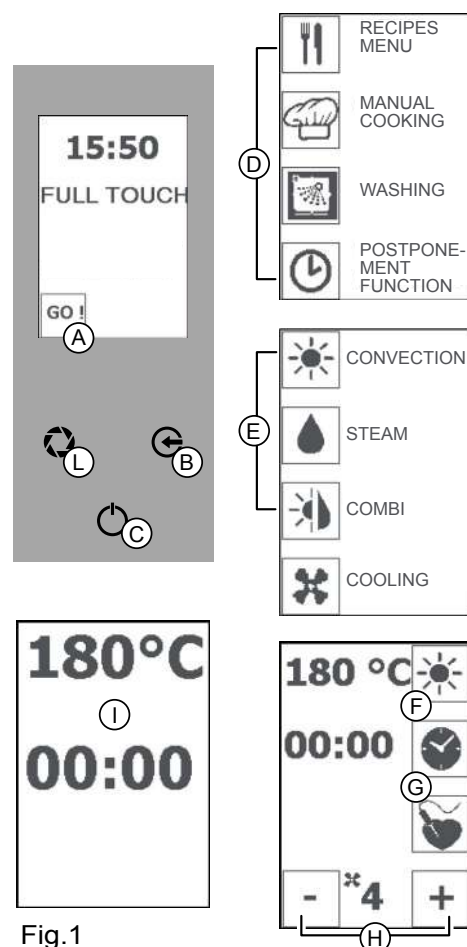

Fig.1
**Após 3 minutos de inatividade, aparecem no ecrã a temperatura e o tempo de cozedura (Fig 1/I). Pressionar a tecla “ENTER” para voltar para a página inicial com os parâmetros definidos**
**Função “PAUSA”:** prima a tecla “ENTER” (Fig 1/C) para interromper a função em curso e prima novamente a tecla “ENTER” (Fig 1/C) para retomar a cozedura
Prima a tecla “ENTER” (Fig 1/C) para interromper a cozedura.
Prima várias vezes a tecla “ESC” (Fig 1/B) para voltar para a página inicial.
Pressionar o ícone “GO!” para ativar o menu principal (Fig 1/A).
Prima o ícone “COZEDURA MANUAL” (Fig 1/D) e selecione a cozedura: CONVECÇÃO (Fig 1/E).
Prima a tecla “TEMPERATURA” (Fig 1/F) e, com as teclas “MENOS” e “MAIS”, defina a temperatura entre 25 °C e 40 °C. Pressionar a tecla “TEMPERATURA” para confirmar.
Prima a tecla “TEMPO” (Fig 4/G) e, com as teclas “MENOS” e “MAIS” (Fig 1/H), defina o tempo entre infinito, 1 minuto e 09:00 horas/minutos.
Prima a tecla “ENTER” (Fig 1/C) para interromper o processo.
Pressionar algumas vezes a tecla “ESC” (Fig 1/B) para voltar para a página inicial.
Função “PAUSA”: prima a tecla “ENTER” (Fig 1/C) para interromper a função em curso e prima novamente a tecla “ENTER” (Fig 1/C) para retomar a cozedura